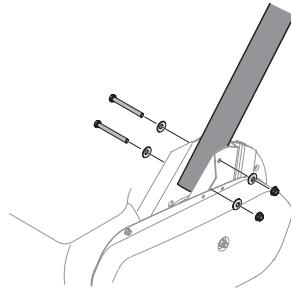

Figura 5
1. Retire los pernos, arandelas y tuercas del soporte de caja de la cadena. Vea la Figura 5.
2. Coloque el manija en su posición y asegure con el hardware eliminado previamente. Vea la Figura 5.